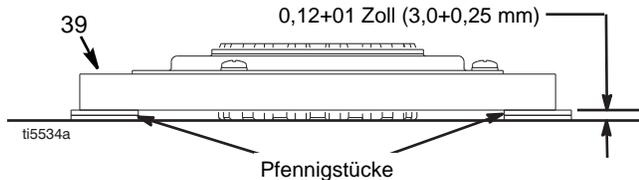

ABB. 8
1. ABB. 8. Zwei Stapel zu zwei Cent auf eine glatte Oberfläche der Werkbank legen.
2. Die Kupplungsscheibe (39) auf zwei Cent-Stapel legen.